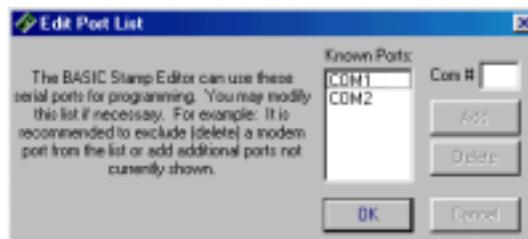

Figura 1.9: Ventana Edit Port List.
- ❑ Si es la primera vez que ejecuta el software, aparecerá la ventana Edit Port List que se muestra en la Figura 1.9. Si sabe el número del puerto com. que está usando y no aparece en la lista, ingrese el número en el campo Com. #, luego presione Aceptar. Si sabe que cierto puerto com. que aparece en la lista de Known Ports está conectado a un módem, selecciónelo y luego oprima Delete. Caso contrario, haga clic en OK.